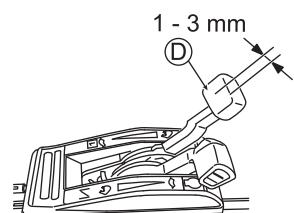

Fig. 27
Réglez le jeu du levier de changement de vitesse (D) à 1 - 3 mm ainsi qu'ilustré dans la Fig. 27.
3. Démarrez le moteur et vérifiez que la vitesse de tonte change lorsque vous activez le levier de changement de vitesse (D).